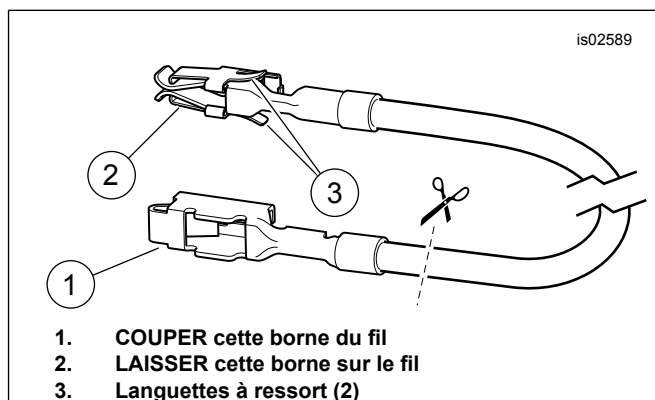

Figure 8. Fil adaptateur de bloc fusibles (Dyna et Softail)
3. Voir Figure 22. Prendre le fil adaptateur orange/blanc (9) du bloc fusibles dans le kit. Bien noter la borne à chaque extrémité (voir Figure 8). Seule la borne avec les languettes à ressort convient au bloc fusibles. Couper avec soin la borne non utilisée du fil et la mettre de côté.